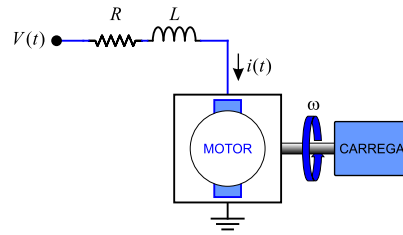

Figura 2-13
**Problema 26** Es vol modelar el sistema de posicionament del capçal d'un disc dur de la Figura 2-13 per tal de poder realitzar anàlisi i proves de diversos controladors de manera senzilla. Es sap que el moviment del capçal és produït per un motor DC d'imans permanents que té un comportament similar al motor DC d'armadura. Les equacions que el regeixen son les següents: